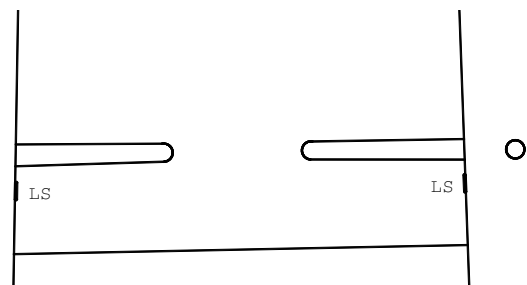

Figura 5
2. Per la carta standard U.S. 8 1/2" X 11", inserire le guide in modo che i loro margini interni siano allineati ai segni rettilinei sulla tavola di alimentazione denominati LS (vedi figura 5 per la posizione dei segni). Per la carta DIN A4, allineare i margini esterni delle guide ai segni rettilinei denominati A4. Stringere le viti a testa zigrinata (Nota: non stringere eccessivamente le viti).